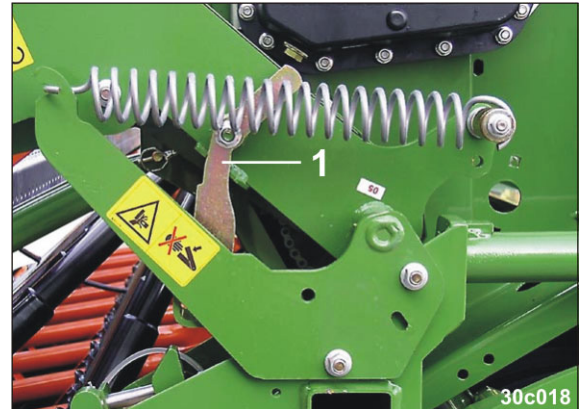

Fig. 147
2. Swivel the bar (Fig. 147/1).